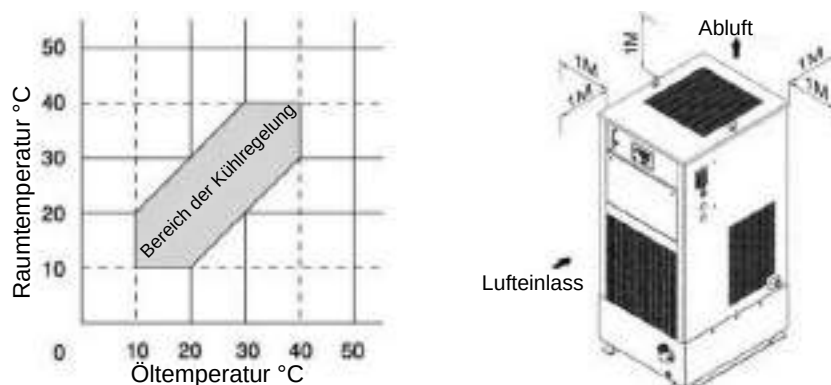

Abb.7-14: Arbeitstemperatur und Platzbedarf
- Bitte beachten Sie ☞ Abb.7-14: für den Bereich der Kühlregelung.
- Der Platzbedarf der um die Kühleinheit benötigt wird, ist in der Abbildung ☞ Abb.7-14: dargestellt.